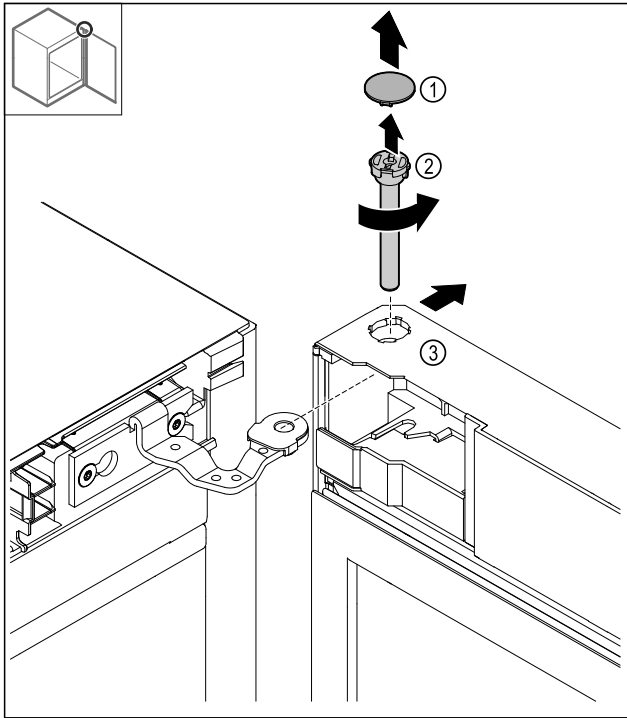

Fig. 13
- Rimuovere la copertura Fig. 13 (1).
- Allentare i bulloni Fig. 13 (2) in senso antiorario e rimuoverli.
- Ribaltare leggermente la porta Fig. 13 (3).